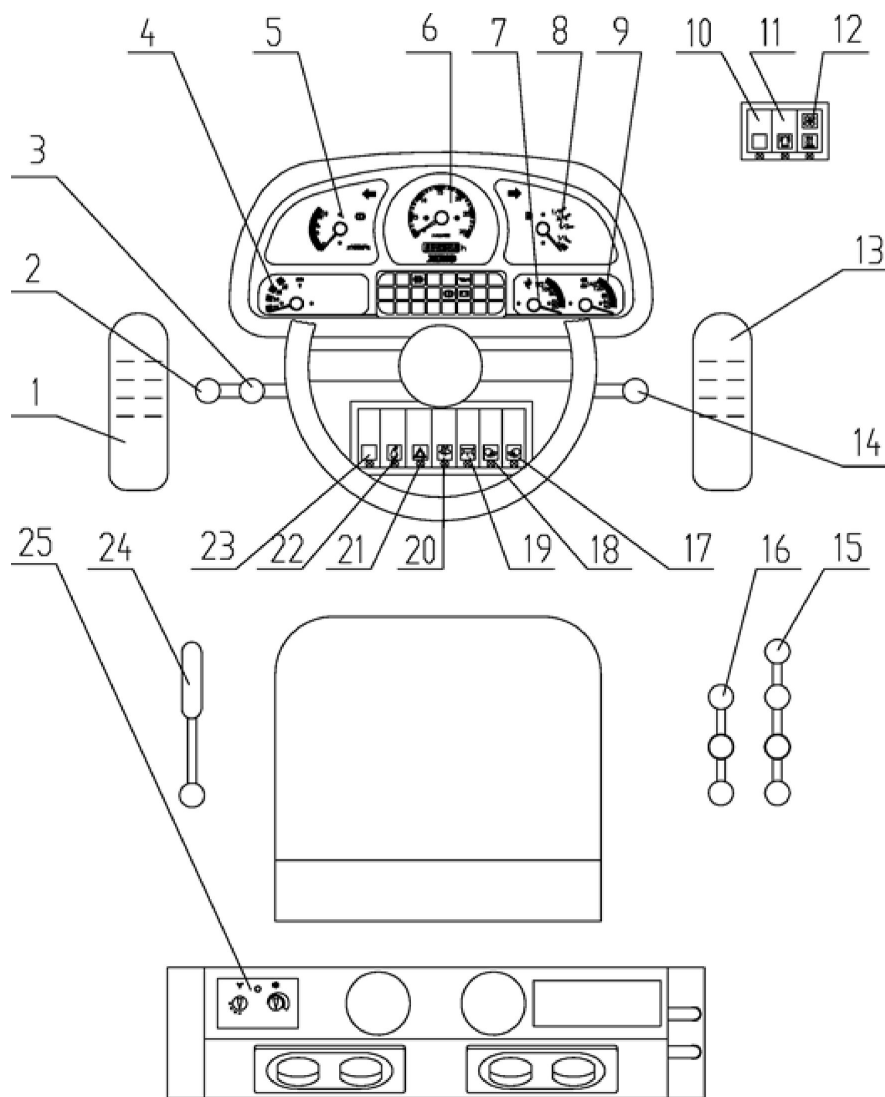

Рис.1–6 Схема расположения приборов и управляющего механизма
1.5.1 Внутреннее расположение водительской кабины (рис. 1–6)